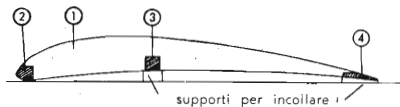

Fig. 549. Come si devono incollare il longerone principale, il bordo d'entrata e quello d'uscita alle centine.
un pezzetto di legno di scarto dello spessore di 3 mm. Ugualmente fissiamo sotto il bordo d'uscita (4) un pezzetto di legno di scarto dello spessore di 1 mm (fig. 549). Il bordo d'attacco si trova così fissato direttamente al modello. Montiamo ed incolliamo ora le centine e, dopo aver controllato che la loro posizione sia perpendicolare, assicuriamole con spilli, finché non sono asciutte. Seguiremo poi lo stesso procedimento per le due superfici esterne.